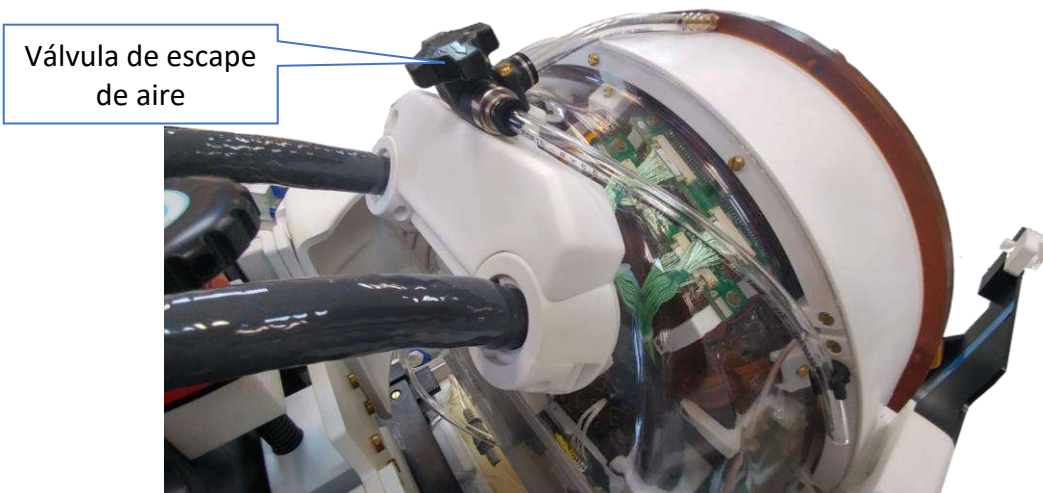

Figura 12-11: Válvula de escape de aire (abierta)
Paso 16. Abra la válvula situada en la parte superior del transductor para permitir el flujo de aire mientras la interfaz del transductor se llena de agua. Consulte la **Figura 12-11**.